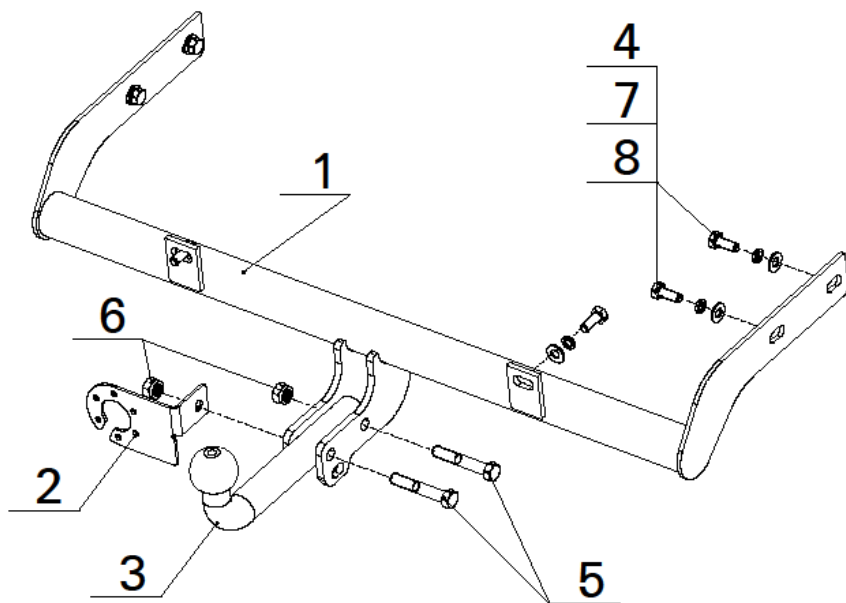

Рис.1.
- Установить ТСУ (рис.1) на автомобиль, используя крепежные элементы (поз.4,7,8);